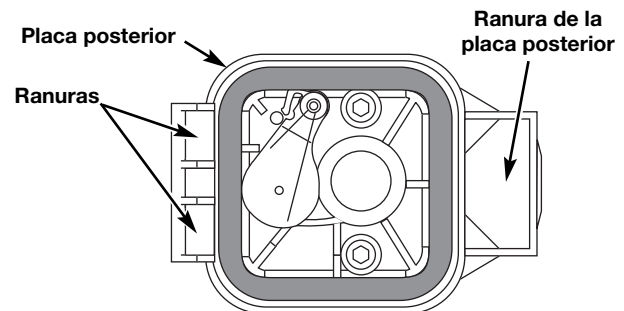

Fig. 27
6. Vuelva a colocar el filtro (Fig. 27).